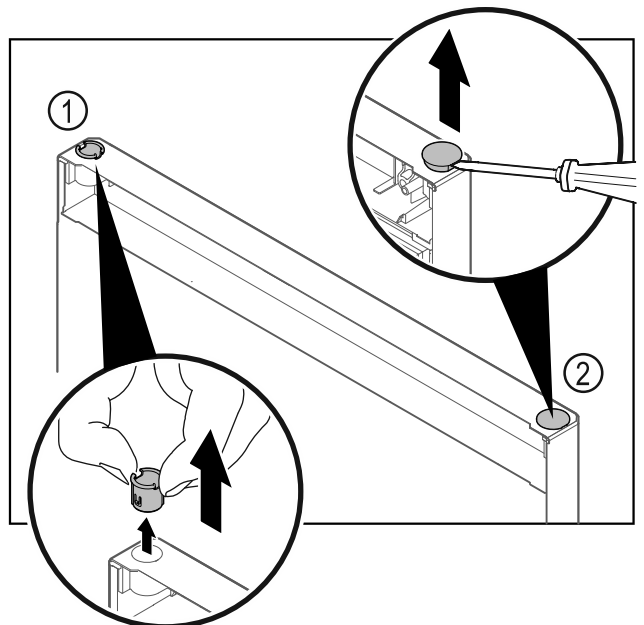

Fig. 18
- ▶ Витягніть шарнірну втулку Fig. 18 (1) пальцями.
- ▶ За допомогою шліцевої викрутки обережно підніміть заглушку Fig. 18 (2) та витягніть її.